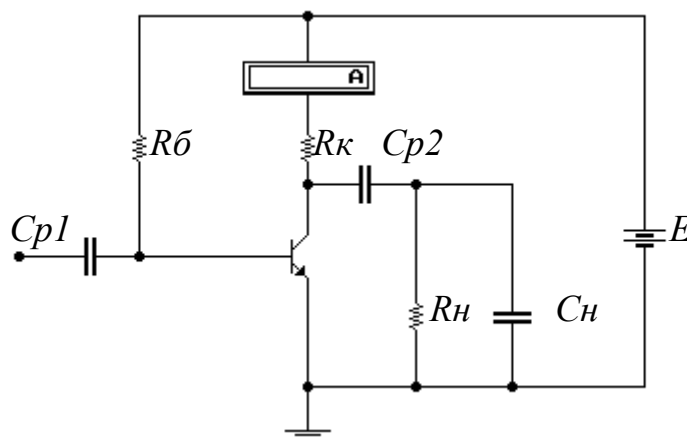

Рис. 3.1. Усилитель на сопротивлениях на биполярном транзисторе
1. Вызовите схему, которая исследовалась в лабораторной работе № 1, подключите генератор сигналов (используйте разделительный конденсатор, чтобы не изменить режим работы транзистора при подключении генератора). Возможный вариант схемы для первоначального исследования тот же, что и в работе № 2 – см. рис. 3.1.